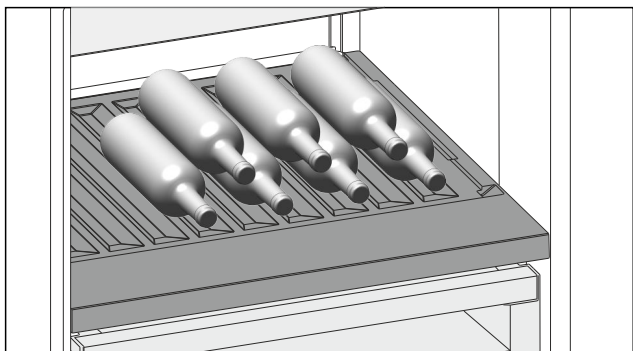

Fig. 143
- Láhve ukládejte dnem dozadu k zadní stěně. (viz Fig. 143)